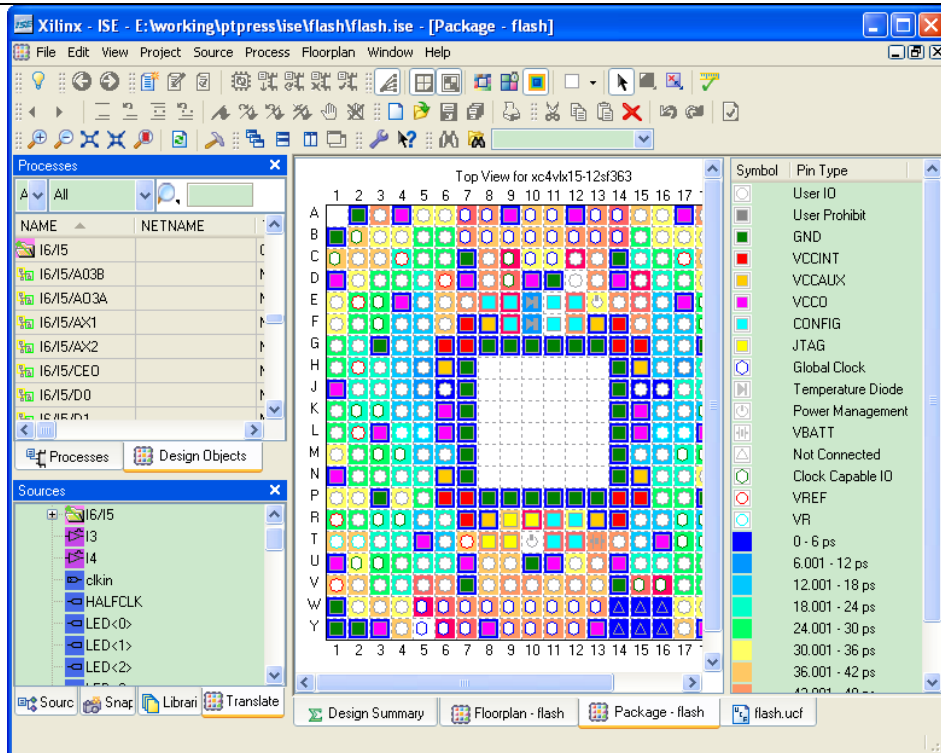

图 2.20 引脚分配界面
(7) 分配好位置约束后，需要对引脚进行约束。这一步很关键，因为电路板上的引脚位置已经固定，如果分配错误，电路工作就会出错。ISE 提供了很方便的引脚分配方法。
(8) 单击 PACE 窗口下的“Package”选项卡，会出现引脚分配窗口，如图 2.20 所示。
(9) 在“Source”窗口中标有引脚符号的信号名表示该信号为引脚，选择需要分配的引脚，将其拖放到器件结构窗口中特定的引脚上就实现了引脚位置约束，完成后单击【保存】按钮。在 UCF 文件中，会产生以下的约束语句，“LOC”表示位置约束，“=”号后面的值就是具体的引脚位置。